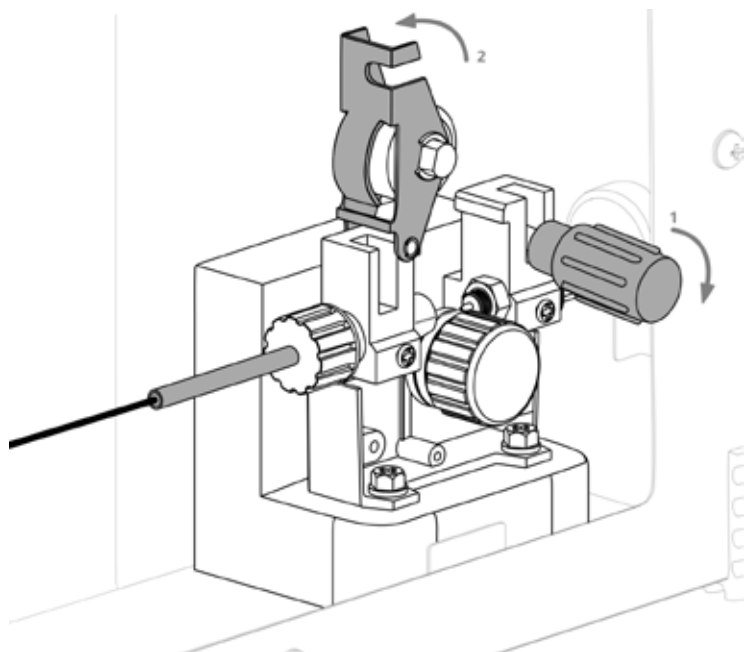

Рис. 7.8. Открытие механизма подачи проволоки.
7. Откройте механизм подачи проволоки. Потяните на себя механизм прижима, потяните вверх прижимной ролик (см. рис. 7.8).